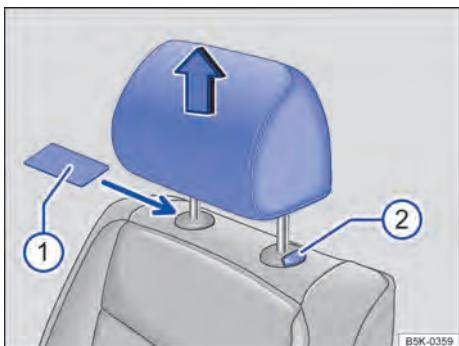

Fig. 48 Desinstalar o apoio para cabeça dianteiro ou traseiro.
- Se necessário, empurrar um objeto plano, por exemplo, um cartão de plástico, entre o revestimento do encosto do banco e a capa de cobertura da barra guia do apoio para cabeça ⇒ **Fig. 48 (1)** para destravar.